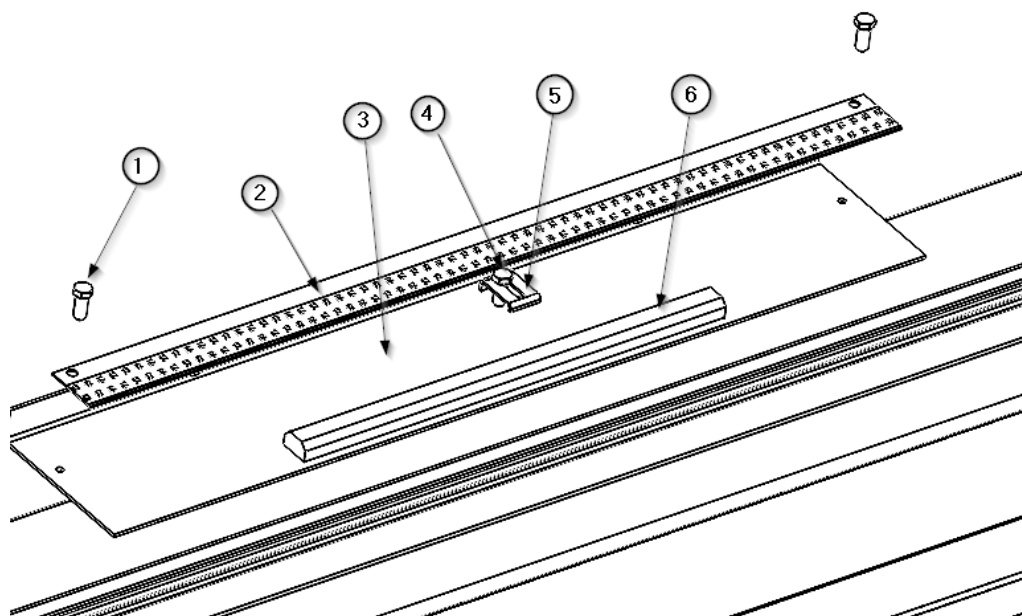

Fig.5 Remplacement de la lumière indirecte
- À l'aide d'un outil à bec plat, retirez le diffuseur en polycarbonate ①. Veillez à ne pas endommager les couvercles extérieurs de l'appareil. Les bandes LED ③, les contrôleurs ⑦ et leur bornier sont visibles.
- Débranchez l'alimentation électrique du contrôleur ⑦ du bornier.
- Dévisser les 2 vis hexagonales M4 x 10 ② DIN 933 en libérant la bande LED ③, son connecteur rapide est visible. Voir figure 5.